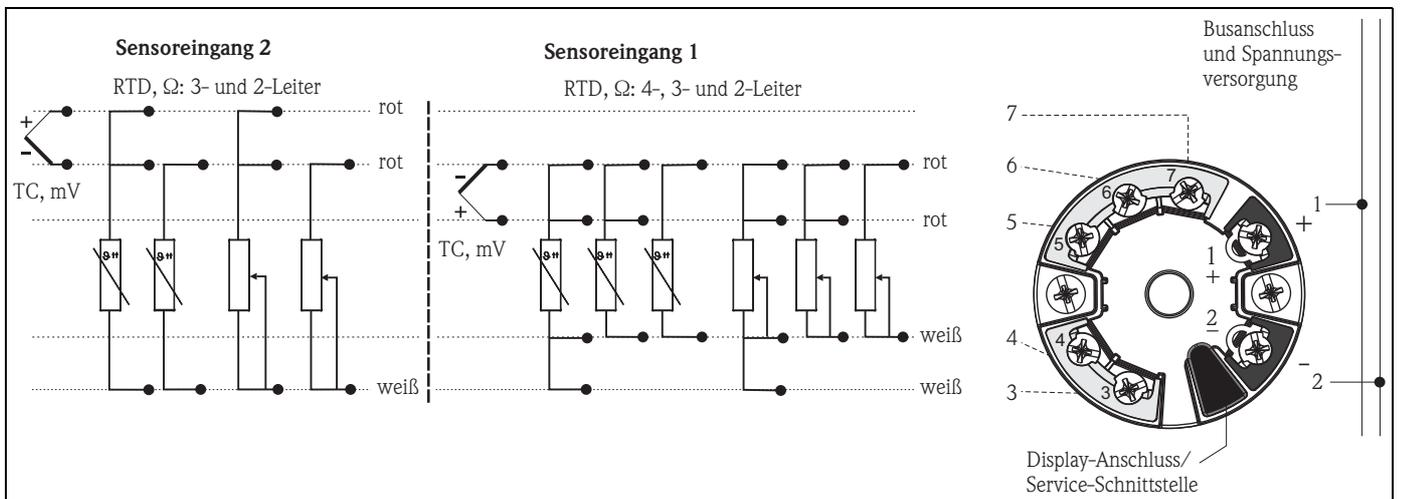

Abb. 5: Verdrahtung des Kopfransmitters
3. Schließen Sie die Leitungen gemäß → Abb. 5 an. Ist der Kopfransmitter mit Federklemmen ausgestattet, beachten Sie besonders → Kap. 4.2.1.